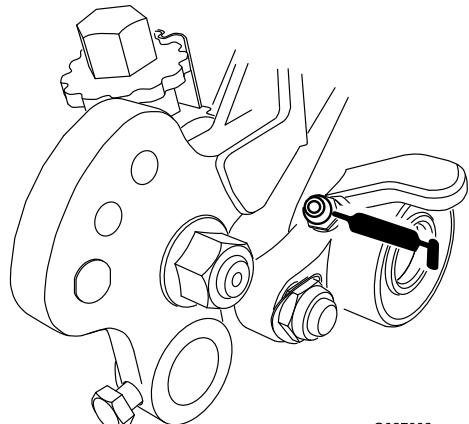
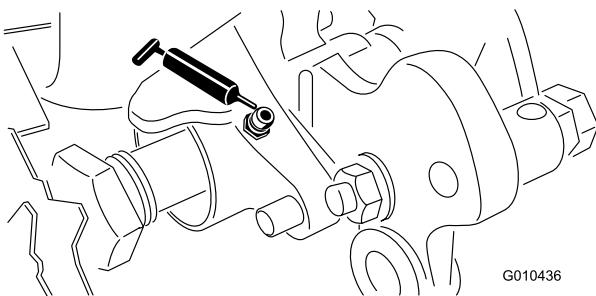

Рисунок 17
Рисунок 18
33. Подшипники механической щетки (Рисунок 17) и (Рисунок 18) следует смазывать еженедельно или после каждого 10 часов работы, а также перед длительными периодами простоя и